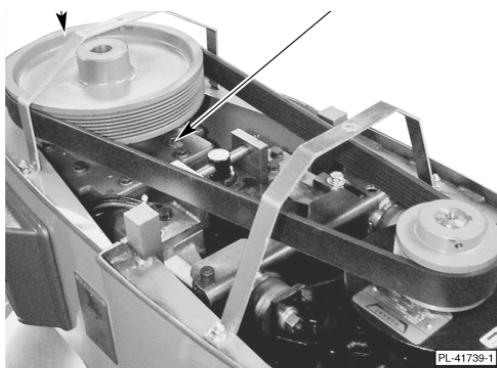

Figure 10.
- Placer un niveau à bulle sur le bord supérieur de la grande poulie (voir Figure 10). Glisser des cales sous la surface de contact de base du mixer comme nécessaire, en mettant de niveau d'avant en arrière et d'un côté à l'autre.